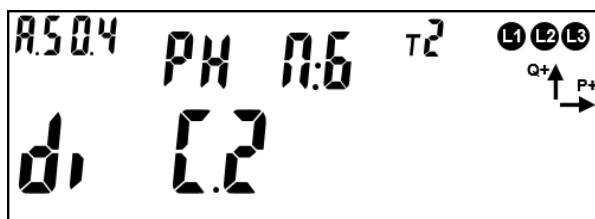

Рисунок 155 – РУН в состоянии «разомкнуто»
- Вариант 2: (см. рисунок 155)
6.8.9.6 На ЖКИ кадре отображено (см. рисунок 155):